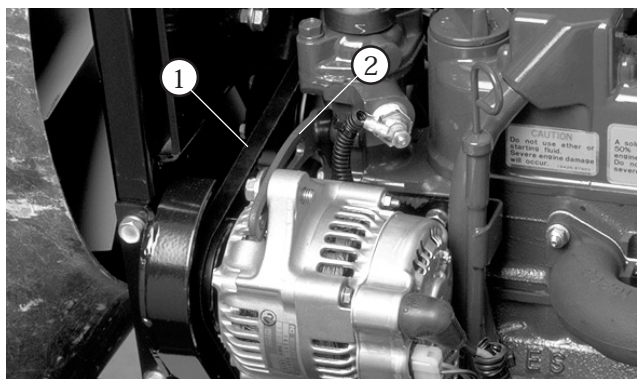

図 55
2. ベルト (図55) の中央部分 (オルタネータとクランクシャフトプーリの間) を 10 kg の力で押して点検する。たわみが 10 mm 程度あるのが適正。たわみがこの範囲になければ、以下に示すステップ 3からの手順で調整する。適正であれば調整は不要である。
3. プレースをエンジンに固定しているボルト (図55) と、オルタネータをプレースに固定しているボルトをゆるめる。